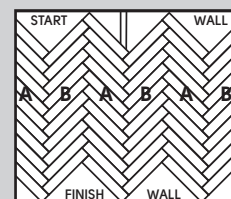

Fig. 8
9. Leg de rest van de B-planken. Doe hetzelfde aan de andere kant van de rij van originele B-planken met de A-planken. Voltooi het leggen met behulp van dezelfde methode terwijl u de afstandhouders op hun plek laat zitten en de rechte hoeken van het patroon aanhoudt (Fig. 8).